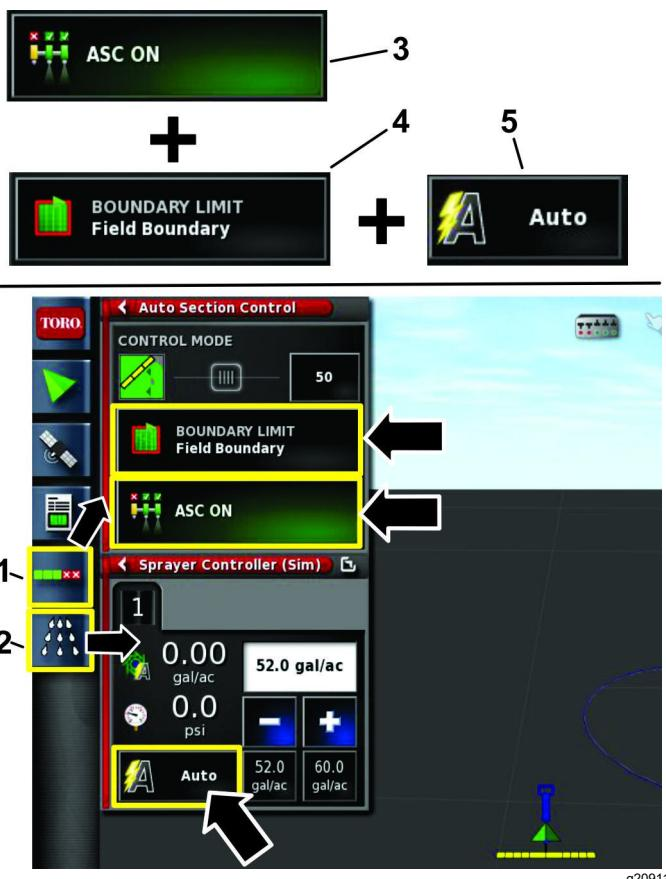

Figura 22
1. Seleccione el icono de configuración de control de selección automática (icono de ASC) y el icono del controlador del fumigador para abrir estas pantallas (Figura 22).
2. Seleccione el icono ASC en la posición ACTIVADO, seleccione el límite del perímetro en la posición FIELD BOUNDARY (Perímetro de parcela) y seleccione el control de caudal en la posición AUTO (Automático) (Figura 22).